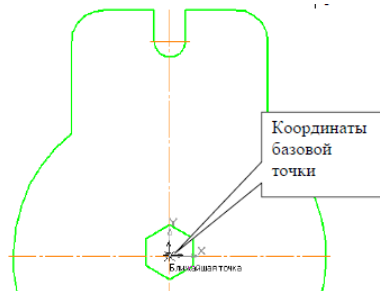

Рис. 5.
6. Выберите пункт меню *Выделить – По стилю кривой – Основная*. На панели управления выполните команду *Копировать*. На запрос системы *Координаты базовой точки* поместите курсор в начало системы координат и зафиксируйте ее положение нажатием левой кнопки мыши (рис. 5).